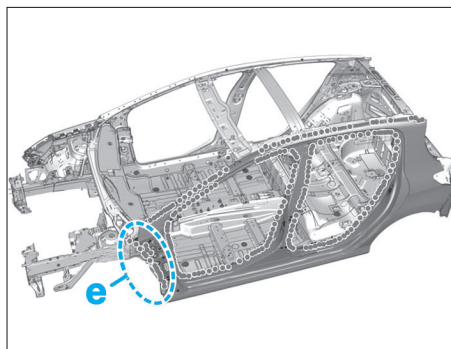

FIG. 58
- par pointages électriques (Fig.58),